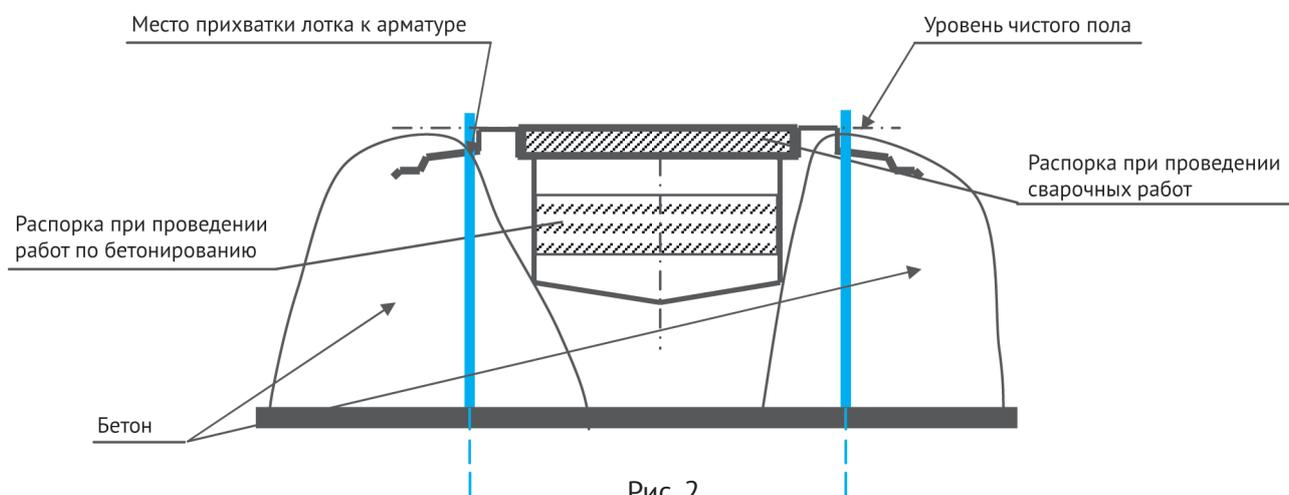

Рис. 2
9. Проверить, повторно, совпадение оси лотка с проектной осью канала и соответствие верха лотка уровню чистого пола, ещё раз проверить геометрию лотков и установить распорки (см. рис. 2) для исключения деформирования лотка при бетонировании.
10. В местах установки арматуры провести «заморозку» путем местной подливки бетона, так чтобы зафиксировать вертикальную арматуру и закладные лотка (см. рис. 2).